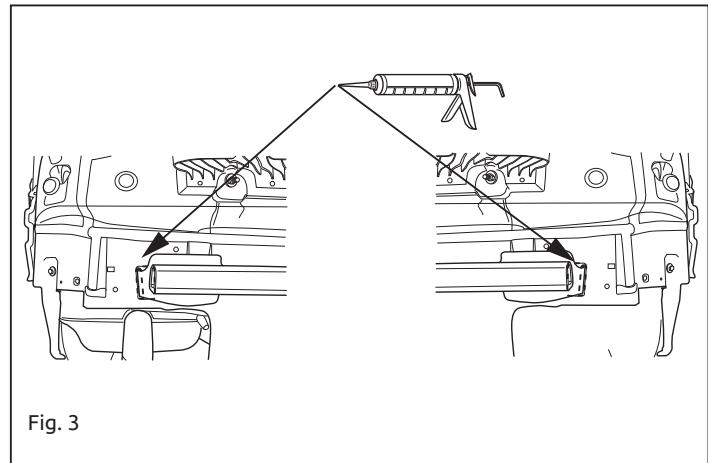

Fig. 3
7. Герметизировать обозначенные части (см. рис.3)